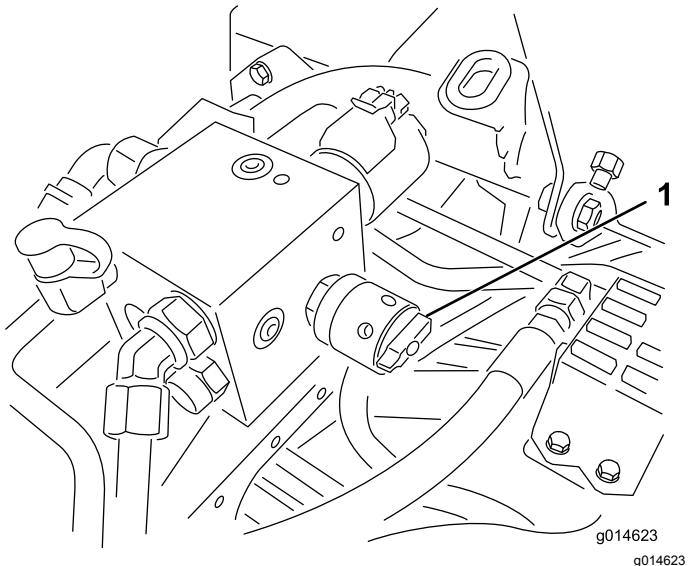

Рисунок 35
- Для настройки частоты вращения барабана поворачивайте ручку управления (Рисунок 35), пока стрелки указателя не совпадут с цифрой нужной настройки.